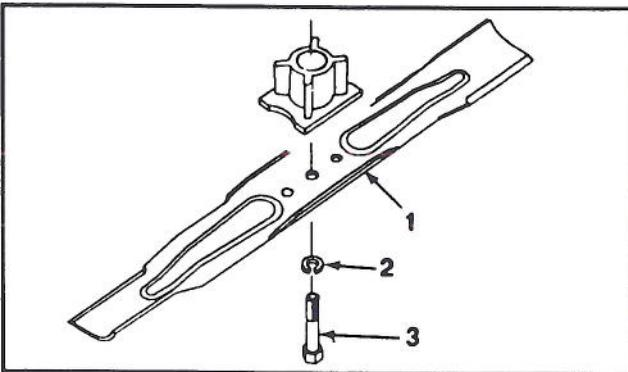

Figure 19
5. DÉPOSE DE LA LAME – Saissez l'extrémité de la lame en vous servant d'un chiffon ou d'un gant bien rembourré. Enlevez la vis à tête, la rondelle de blocage et la lame (fig. 19).